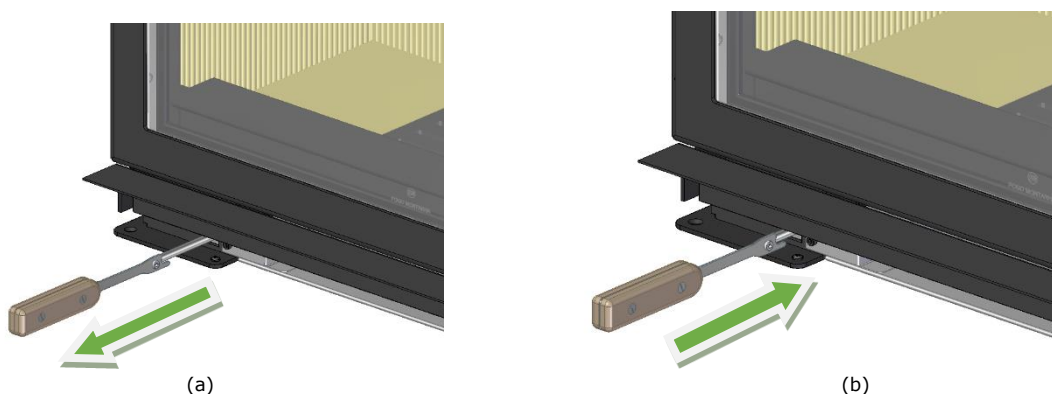

Figura 25 – a) Abrir Ar-Primário, b) Fechar Ar-Primário
- Para abrir - Puxar o regulador com a chave que vem no equipamento, para maior rendimento e maior consumo de lenha, ver Figura 25 a).
- Para fechar - Empurrar o regulador para menor rendimento e baixo consumo de lenha. Deste modo também cria um efeito de lavagem por alta velocidade do ar pré-aquecido sobre toda a superfície interior do painel de vidro, ajudando a manter o vidro limpo durante mais tempo, ver Figura 25 b).
5. O período de acendimento termina quando a estrutura do equipamento tiver atingido uma temperatura estacionária. Deve então fechar a porta e regular a entrada de ar de combustão para que a queima seja lenta (sem ar primário), tal como demonstra a Figura 25;